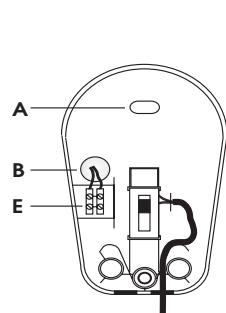

Fig. 4
- Collegare il cavo in dotazione dal morsetto svitando le 2 viti E (fig.4).
- Eliminare il tassello tondo sfondabile B (con una punta del trapano o un cacciavite) posto a sinistra nella parte posteriore del supporto a muro (fig.4).
- Far passare i conduttori provenienti dalla rete attraverso il foro praticato e collegarli al morsetto con le 2 viti E (fig. 4). Riavvitare il supporto a muro con la vite C e collocate la targhetta D.
- Remove the B round part on the back side/left of the wall support (it can be knocked off with a screw driver) (fig.4)
- Thread the network cables through this part and fasten them to the terminal with the 2 screws E (fig.4). Fix the support to the wall with the screw C and replace the D plate
- Enlever le câble électrique de la borne en desserrant les 2 vis E (fig.4)
- Enlever la partie B sur le derrière/gauche du support en la poussant avec l'aide d'un tournevis (fig.4)
- Passer les câbles du réseau à travers cette zone et fixer-les au borne avec les deux vis E (fig.4)